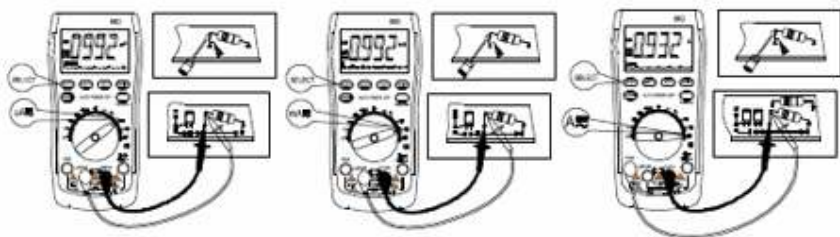

図 11-1
- 1: 黒い測定コードを COM 端子に、赤い測定コードを μ A mA 端子、または 10A 端子に差し込んでください (図 11-1)。